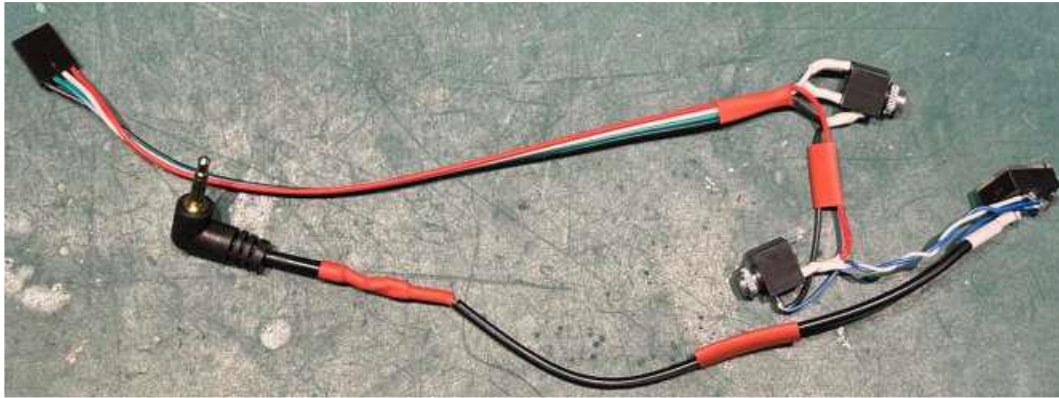

Figure 8-21. Front panel connector cabling.
□ Twist together conductors 1 through 3 of the 12" section of 3-conductor ribbon cable to conductors 1 through 3 of 4-pin cable. Figure 8-21 shows the completed cable. Study it before reading the following instructions. The figure should help to make the directions clearer.
3 導体リボン ケーブルの 12 インチ セクションの導体 1 ~ 3 を、4 ピン ケーブルの導体 1 ~ 3 にねじり合わせます。図 8-21 は完成したケーブルを示しています。次の説明を読む前に、この図をよく読んでください。この図により、説明がわかりやすくなります。